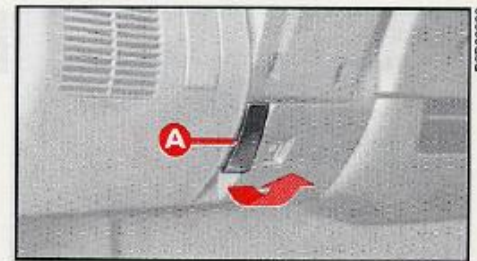

fig. 54
– Tire de la palanca **A-fig. 54** que se encuentra a la izquierda de la columna de dirección en el sentido que indica la flecha;